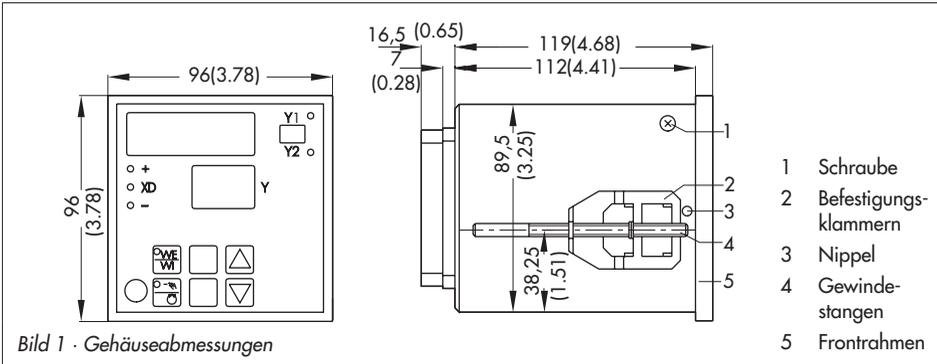

Bild 1 · Gehäuseabmessungen
3. Die zwei mitgelieferten Befestigungsklammern entweder links und rechts oder oben und unten in die vorgesehenen Gehäuseaussparungen einlegen (Bild 1).